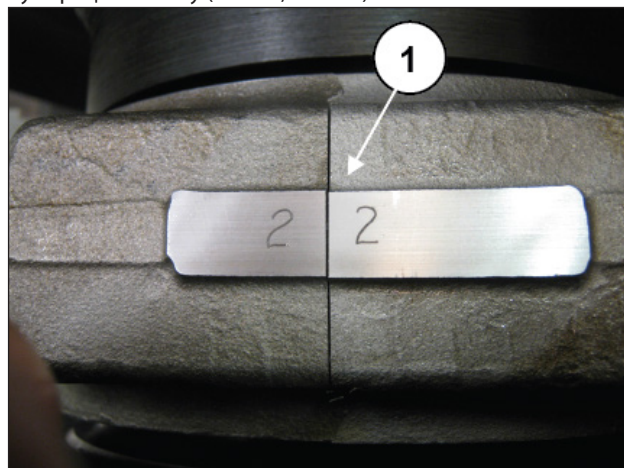

Рис. 77
Отсоедините головки от половинок шатуна; для правильного парного соединения руководствуйтесь нумерацией сбоку (поз. ①, Рис. 77).